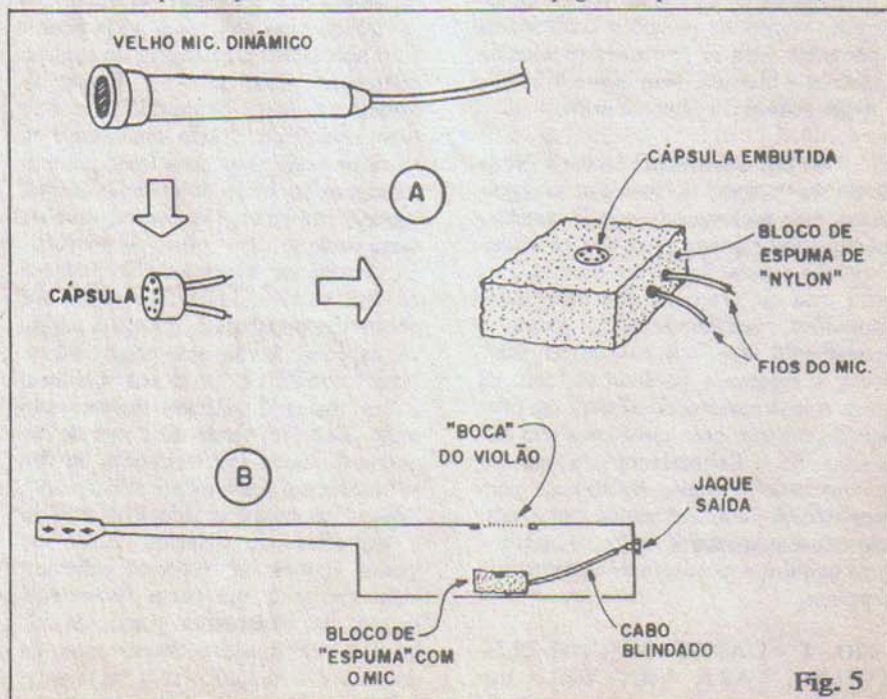

Fig. 5
- **FIG. 5 - CAPTADOR DINÂMICO PARA VIOLÕES** - Uma terceira possibilidade de captação, barata e eficiente (especial para a eletrificação de violões comuns...). Igual ocorre com o captador de eletreto, descrito no item anterior, o CAPTADOR DINÂMICO também não invalida as naturais propriedades acústicas do instrumento (que pode continuar a ser usado como "simples violão", sem problemas, quando a amplificação não for requerida...).
- **FIG. 5-A** - Muitos dos Leitores/Hobbystas devem ter em casa um velho gravador mini-cassete mono, totalmente desativado e superado pelos modernos e ultra-portáteis walkmen estéreo, com equalizadores e o "escambau"... Aqueles "arqueológicos" gravadores usavam, para gravação, um microfone dinâmico externo (os modernos gravadores usam um minúsculo microfone de eletreto, ou "capacitivo", embutido no corpo do dito gravador...), meio "taludo", geralmente encapsulado num cilindro plástico que devia ser ligado ao gravador via cabo blindado dotado do respectivo plugue... Pois bem, é justamente esse velho microfone dinâmico que está juntando poeira lá no fundo da gaveta, que nos dará um excelente captador para violões (desde, obviamente, que o tal microfone esteja funcional...). Basta desmontar o microfone, destacando a pequena cápsula dinâmica. Ela é pouco maior que um dedal (se é que alguém aí sabe o que é um dedal...),
**FIG. 5-B** - Com o bloco de espuma de **nylon** contendo a cápsula já posicionada, cabo blindado mono conetado aos fios da dita cápsula, basta ligar, na outra extremidade desse cabo blindado um jaque compatível (tamanho grande), fixando-se o jaque através de um furo **cuidadosamente** feito na região do "bumbum" do violão! Para utilização do sistema, só temos que interligar o jaque de saída à entrada de um bom amplificador para guitarras, via cabo blindado (no necessário comprimento) dotado de plugues próprios nas duas extremidades... Todo o controle de volume, tonalidade, etc. deve ser feito - obviamente - através dos **knobs** incorporados ao amplificador, uma vez